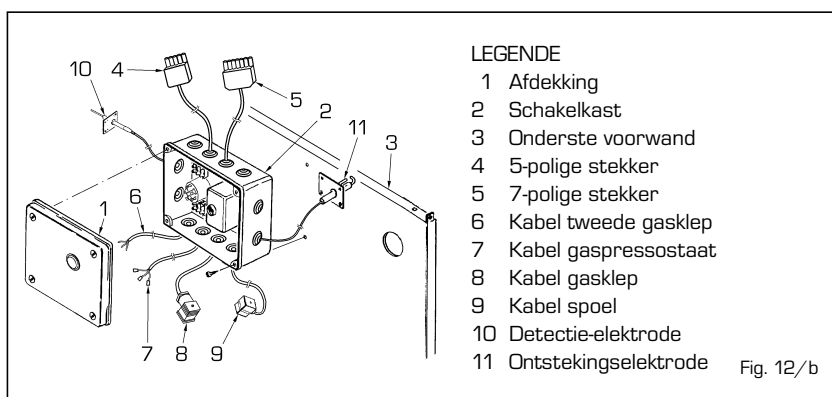

Fig. 12/b
2.13 MONTAGE VAN HET BEDIENINGSPANEEL (fig. 12/a)